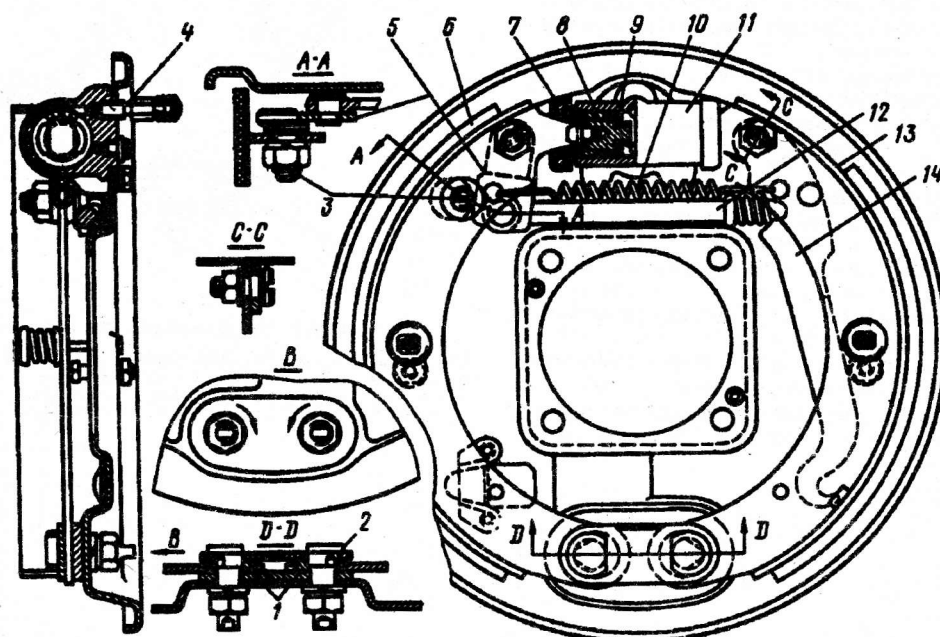

Рис. 206. Задний тормозной механизм:
2. Проверьте правильность регулировки приводных рычагов 14 (рис. 206): свободный ход на нижнем конце рычага должен быть 4—6 мм. При необходимости отрегулируйте свободный ход рычага вращением эксцентрика 3.
Задний тормозной механизм имеет один колесный цилиндр 11 (рис. 206) двухстороннего действия с внутренним диаметром 32 мм, который приводит в действие обе колодки 6 и 13. Передняя колодка 6 имеет накладки длиной 300 мм, а задняя колодка 13 одинаковая с колодками переднего тормоза (250 мм).
Концы тросов соединены с приводными рычагами 14 (рис. 206) при помощи вилок и наконечников, обжатых на тросах. Приводной рычаг 14 качается на оси, закрепленной на задней колодке 13. С помощью разжимного стержня 12, рычага 5 и регулировочного эксцентрика 3 рычаг соединен с передней колодкой заднего тормоза.